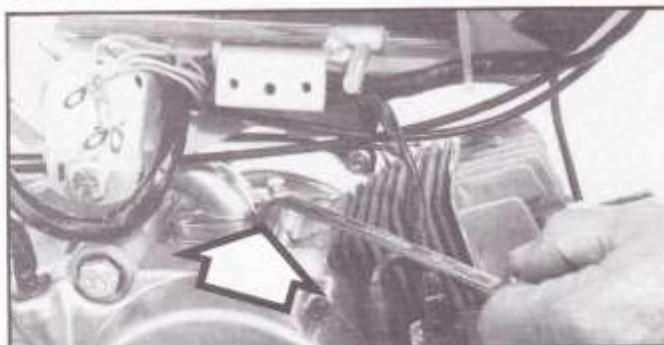

Fig. 84
- Dévisser les quatre vis fixant le raccord carburateur (clé à œil de 8) (fig. 84).